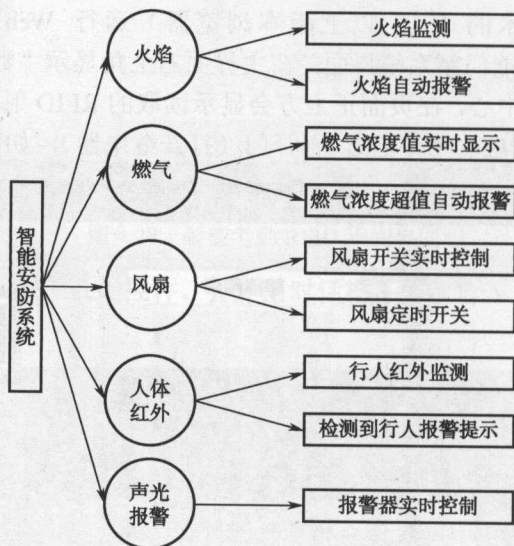

图 4.32 智能安防系统功能模块
系统设计功能及目标如图 4.32 所示。
(2) 可燃气体传感器: 可燃气体传感器原理说明请参考厨房燃气监测系统这一章节相关内容。
(3) 风扇传感器: 风扇传感器与 CC2530 部分接口电路如图 4.32 所示。